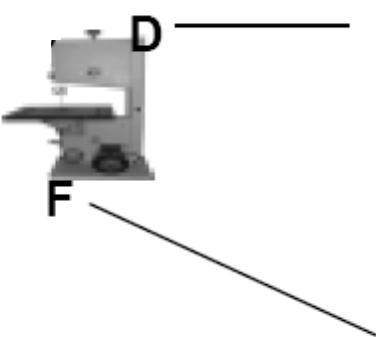

Рис. 18
8. Якщо необхідно, відрегулюйте хід полотна, використовуючи ручку регулювання ходу полотна та стопорну ручку (F) Рис. 18, розташовану позаду корпусу верхнього шківа. Коли хід полотна відрегульований, зафіксуйте положення полотна.
- Коли полотно встановлено та відрегульовано, прокрутіть полотно, обертаючи рукою верхній шків та регулюючи ручку ходу полотна (F) (Рис. 18)